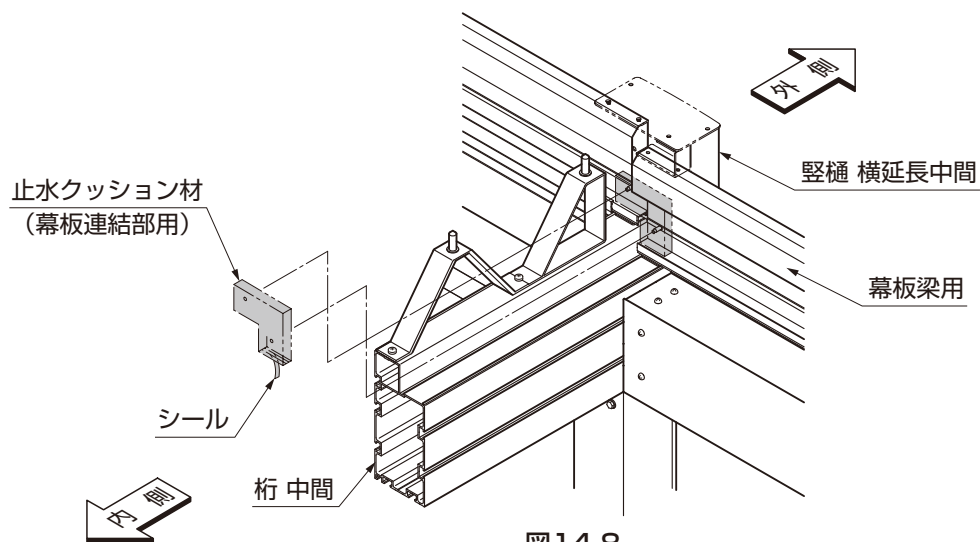

図14-8
② 幕板梁用の内側から止水クッション材 (幕板連結部用) を取付けてください。(図14-8参照)